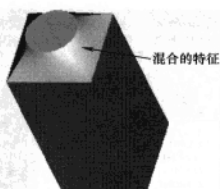

图 1-10 混合特征
(2) 单击【插入】⇒【混合】⇒【伸出项】菜单，创建混合特征。选择“一般”、“规则截面”、“选取截面”选项，按照提示选择上一步创建的两个截面。完成的混合特征见图 1-10。